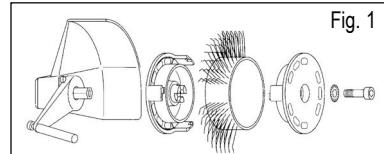
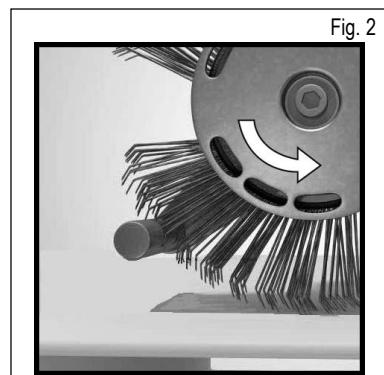

Fig. 1
Fig. 2
3. Afbryd for trykluftsforlyningen, og fastgør så Bristle Blaster® bånd 23 mm resp. 11 mm korrekt til værktøjet med holdesystemet (bemærk omløbsretning) og den dertil indrettede stjernehjelmerskive og skruer. Se fig. 1 og fig. 2
- Anvendes et Bristle Blaster® Bånd i den forkerte omløbsretning? – Ret børstebåndet ind således, at det forløber i den foreskrevne retning (se kapitel 7, Ibrugtagning, fig. 2).